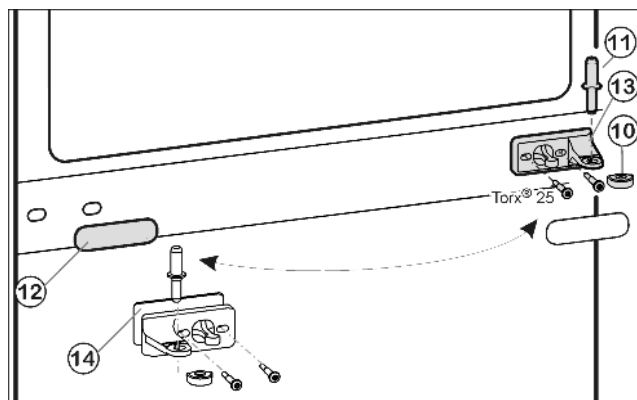
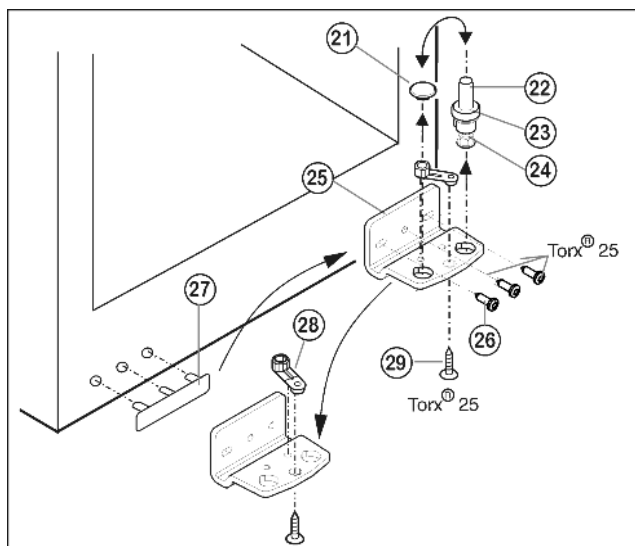

Fig. 5
Fig. 6
- ▶ Estrarre il perno di supporto centrale Fig. 5 (11) dal blocco di supporto e dalla porta inferiore.
- ▶ Staccare il coperchio di plastica Fig. 5 (10).
- ▶ Svitare il blocco di supporto centrale Fig. 5 (13) (2 x Torx® 25).
- Staccare il pannello di copertura Fig. 5 (12) facendo attenzione.
- Avvitare il blocco di supporto centrale Fig. 5 (13) con spessore Fig. 5 (14) ruotato di 180° sul nuovo lato cerniera **saldamente a 4 Nm**.
- Innestare nuovamente la copertura Fig. 5 (12) ruotata di 180° sul nuovo lato impugnatura.
- Togliere completamente il perno di supporto Fig. 6 (22) con lo spessore Fig. 6 (23) e il piedino di regolazione Fig. 6 (24), estrarre tirando verso l'alto.
- Togliere il tappo Fig. 6 (21).
- Svitare il blocco di supporto Fig. 6 (25).
- Svitare l'elemento di supporto Fig. 6 (28) e spostarlo Fig. 6 (29) nel foro di alloggiamento opposto, serrarlo nuovamente.
- Staccare la copertura lato maniglia Fig. 6 (27) facendo attenzione e spostarla sul lato opposto.
- Fissare nuovamente il blocco di supporto Fig. 6 (25) sul nuovo lato cerniera, eventualmente servendosi di un avvitatore a batteria (**a 4 Nm**) a 4 Nm.
- Inserire nuovamente il tappo Fig. 6 (21) nell'altro foro.
- Inserire nuovamente il perno di supporto Fig. 6 (22), con lo spessore e il piedino di regolazione. Prestare attenzione in modo l'arresto sia rivolto verso il dietro.
- Appoggiare la porta inferiore dall'alto sul perno di supporto in basso Fig. 6 (22).
- Applicare nuovamente il coperchio di plastica Fig. 5 (10) sul blocco di supporto centrale Fig. 5 (13).
- Inserire il perno di supporto centrale Fig. 5 (11) sul nuovo lato cerniera attraverso il blocco di supporto centrale Fig. 5 (13) nella porta inferiore.
- Mettere la porta superiore sul perno di supporto centrale Fig. 5 (11).
- Eventualmente allineare le porte sopra le due asole nel blocco di supporto in basso Fig. 6 (25) e nel blocco di supporto al centro Fig. 5 (13) a filo con l'involucro dell'apparecchio. Svitare la vite centrale nel blocco di supporto in basso Fig. 6 (25).